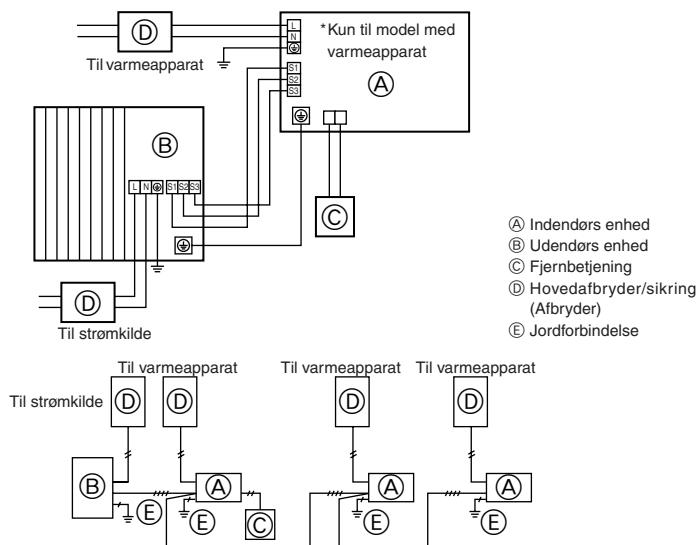
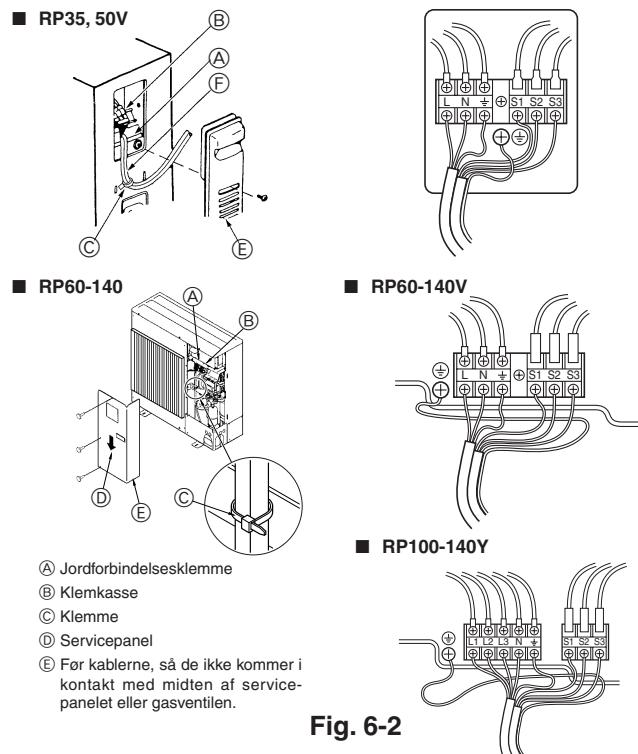

Fig. 6-1
Fig. 6-2
6.1. Udendørs enhed (Fig. 6-1, Fig. 6-2)
① Afmonter servicepanelet.
② Før kablerne som angivet i Fig. 6-1 og Fig. 6-2.